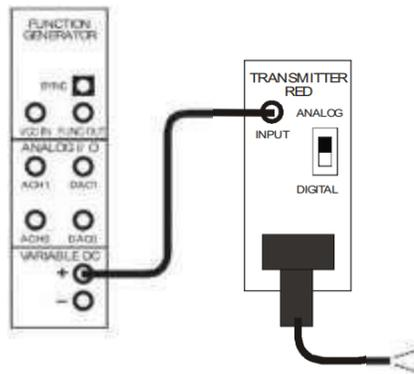

Figura 2
7. Conectar la fuente de alimentación variable positiva a la entrada del módulo transmisor rojo seleccionado, conectar un puente óptico en el acoplador de este módulo (figura 2).